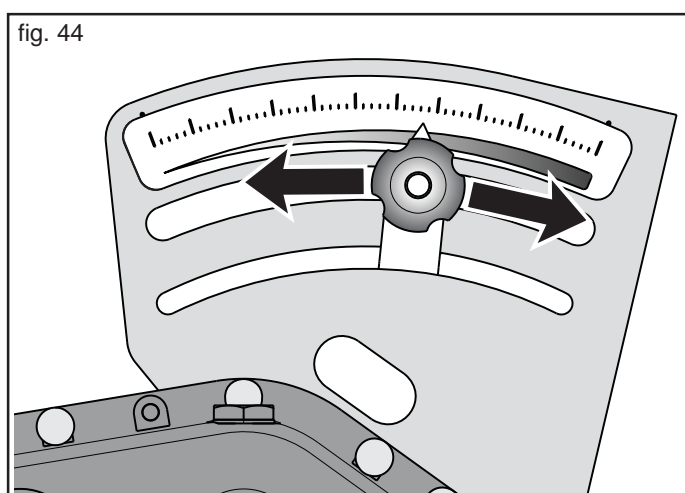

fig. 44
- 7) ... puis agir sur la poignée de réglage (Fig. 44) pour placer l'indicateur gradué dans la position souhaitée (en fonction de la quantité de produit à distribuer).